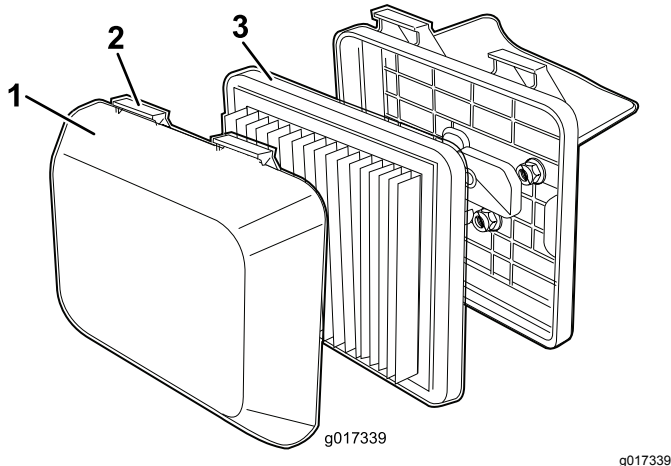

Bild 21
1. Drücken Sie die Verriegelungslaschen oben an der Luftfilterabdeckung nach unten (Bild 21).
3. Entfernen Sie den Filter (Bild 21).